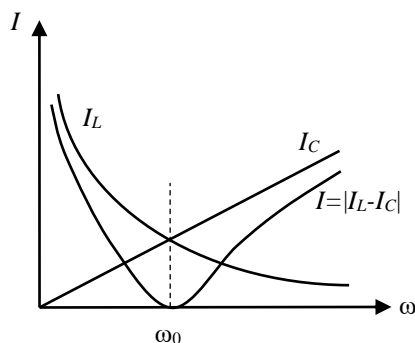

Рис. 8
2. Рассмотрим амплитудно-частотные характеристики параллельного резонансного контура. В предположении, что $R=0$, $I_C = U \omega C$, $I_L = U / \omega L$, $I_0 = |I_L - I_C|$. На рис.8 представлена зависимость этих величин от частоты.